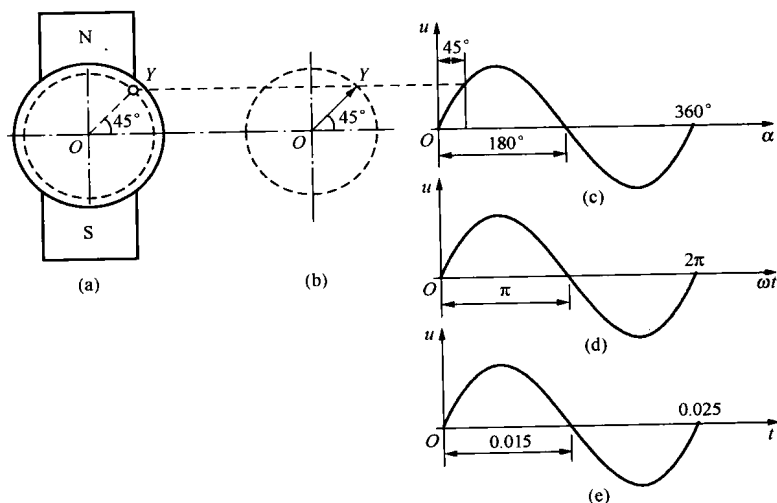

图 1-2 交流电的波形和向(矢)量图
电压表指到 $U=220\text{V}$ 。用示波器测量的波形,如图 1-2(c)。根据实测的数据,可验证以下公式
直流电的大小和方向是固定的;而交流电的大小在不停地变化,方向也在不停地变化。这是它们的根本区别,也是交流电比直流电复杂、难学的原因。为了便于分析和计算,用旋转矢量(或旋转向量)来表示交流电的物理特性。图 1-2 (a) 是交流发电机的示意图,从物理和三角函数中,电枢上的导线在磁
极下，逆时针旋转一周，感应的电压就是正弦波。在图 1-2 (b) 中的半径 OY 逆时针旋转一周，在纵坐标上的投影值，对应不同角度的投影值，两者的函数关系，也是正弦波，在 45° 的位置，三者的数值都是 219.8V。用“旋转矢量” OY 来代表发电机的电压，旋转矢量 OY 的长度等于电压的幅值 311V，逆时针旋转的速度等于发电机的转速，如这里 $n=3000\text{r/min}$ 。知道了单相交流发电机的“旋转矢量”后，就可作出三相交流发电机的“旋转矢量”。如发电机为绕组 D 接线、220V/380V 的三相发电机。
(1) 电气角度。用 α 表示，如图 1-2 (c) 中所示。“电气角度”跟“几何角度”有本质的区别。
(2) 弧度。用 ωt 表示，如图 1-2 (d) 中所示，弧度对照角度为 π 弧度 = 180° 。但在交流电中有“电角速度”或“角频率”的物理量，即
(3) 时间。用 t 表示，如图 1-2 (e)。试验用两极发电机，每秒旋转 50 周 ($3000/60=50$)，频率 $f=50\text{Hz}$ 。一个周期（发电机转一周）的时间 T 为 $1/50=0.02\text{s}$ 。